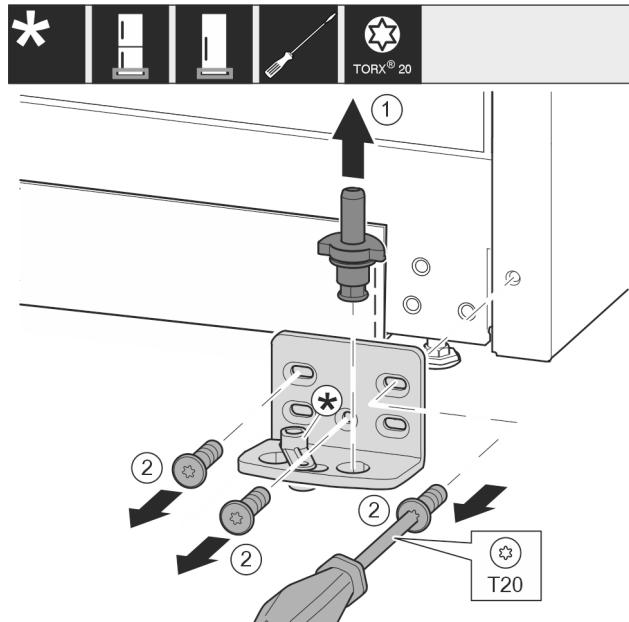

Fig. 16 *
- Извадете изцяло нагоре лагерния болт Fig. 16 (1).*
- Отвийте винтовете Fig. 16 (2) с отвертка и свалете лагерната стойка.*